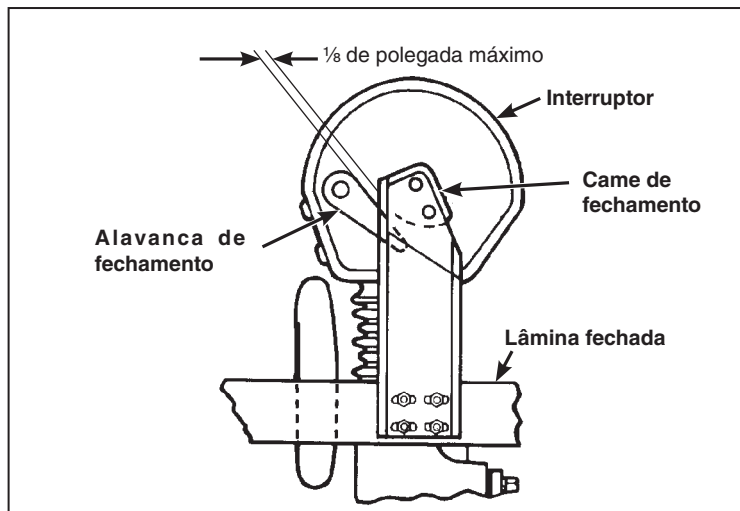

Figura 43. Conjunto da lâmina na posição totalmente Fechada.
- (c) Quando a lâmina estiver na posição totalmente **Fechada**, cada came de fechamento deve sobrepor-se em sua respectiva alavanca de fechamento para prevenir abertura acidental do interruptor. O vão entre o came de fechamento e sua respectiva alavanca de fechamento deve estar dentro dos limites mostrados. Ver Figura 43.